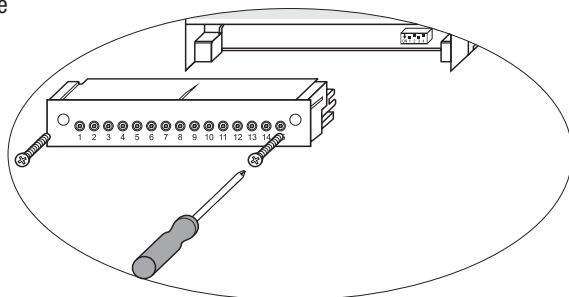

Fig. 12
- Desmontar la regleta de bornes superior e inferior: Aflojar los tornillos de sujeción izquierdo y derecho. **Fig. 12**